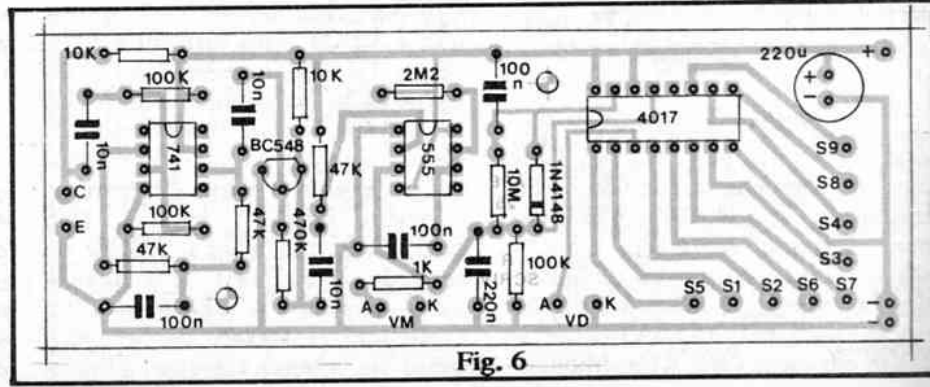

Fig. 6
- Os dois módulos podem, obviamente, compartilhar a mesma alimentação (12V) desde que esta seja capaz de fornecer 40mA (e não mais os 20mA originalmente requeridos por um módulo único - mono...). Na formuleta (fig. 6 da descrição do COVOD), basta substituir o termo "0,022" por "0,04", para obter o eventual valor de resistor limitador, no caso da alimentação ser "roubada" do próprio amplificador ou coisa assim...